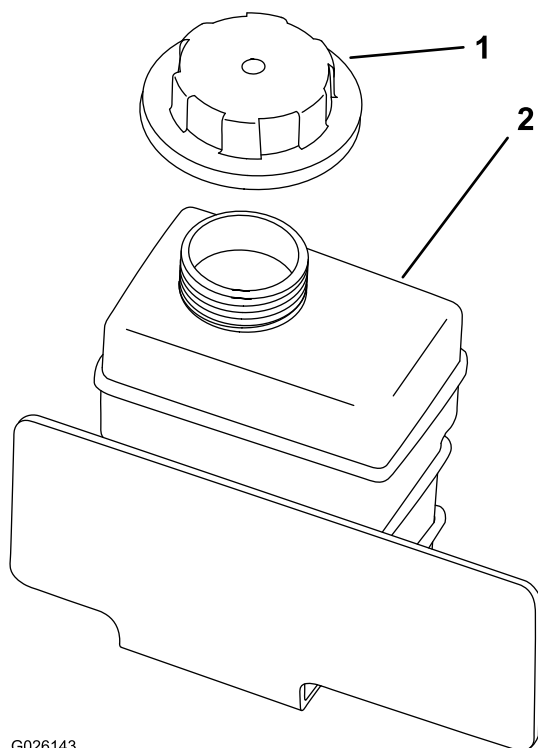

Bild 63
4. Nehmen Sie den Deckel des Überlaufgefäßes ab (**Bild 63**).